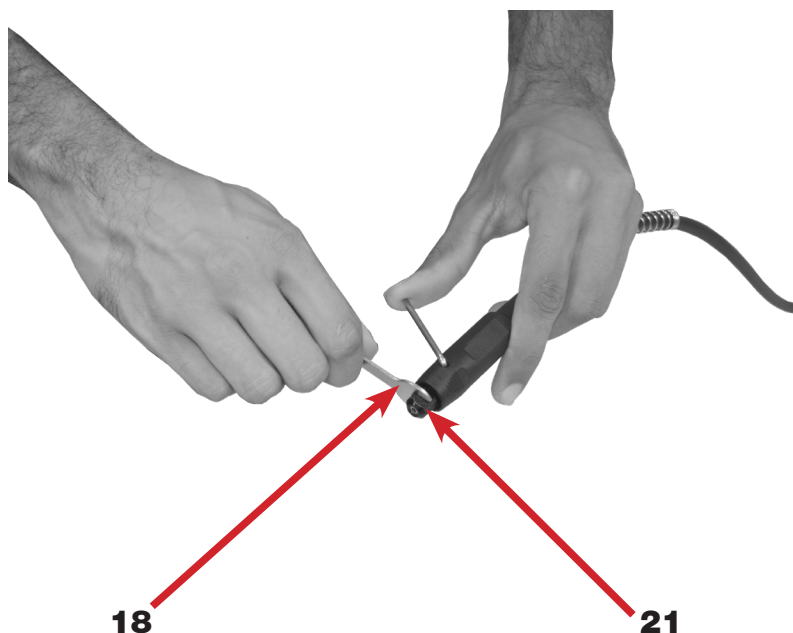

FIGURA 15 – Troca de ferramenta no Eixo Flexível
1. DESCONECTAR a Micro Retífica (01) da rede elétrica.
2. COLOCAR a Chave em L para travar a Rosca de Fixação do Eixo Flexível (21) (figura 15);
3. GIRAR a Rosca de Fixação (21) com a Chave Fixa (18) no sentido anti-horário para abertura da pinça;
5. GIRAR a Rosca de Fixação (21) com a Chave Fixa (18) no sentido horário e APERTAR para a fixação da ferramenta (figura 15).